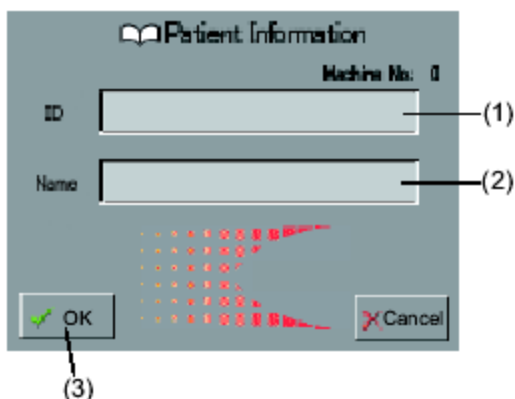

Рисунок 1
1) Если прибор связан с программой “TOMEY Link” и функция передачи данных (COM) в окне настроек «Output Setup» имеет значение включено «OK», то окошко для ввода идентификационного номера Пациента «Patient’s ID» (Рисунок 1) открывается каждый раз при начале нового измерения или в перечисленных ниже случаях. Введите в соответствующих полях номер и имя пациента.